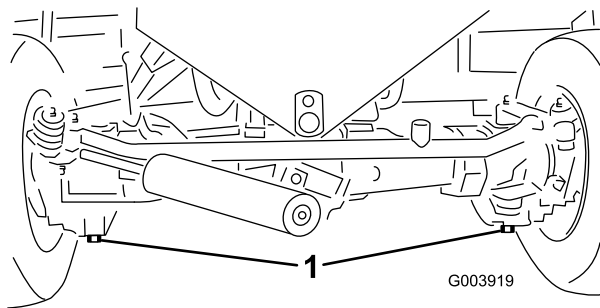

Figura 64
2. Limpe a zona em redor dos tampões de escoamento (Figura 64).